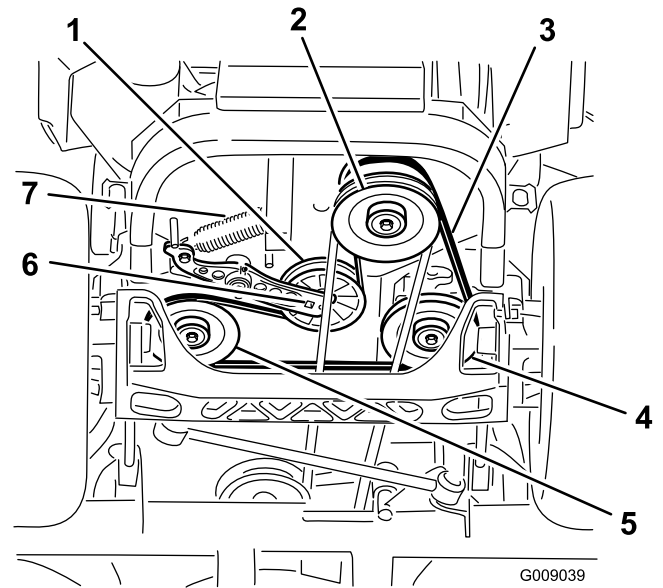

Bild 83
4. Heben Sie die Maschine an und stützen Sie sie mit Achsständern ab (Bild 83).
5. Setzen Sie eine Ratsche in das rechteckige Loch im Spannarm ein, um die Spannscheibenfeder zu entfernen (Bild 83).
6. Haken Sie die Spannscheibenfeder vom Rahmen aus (Bild 83).
9. Setzen Sie einen Schraubenschlüssel in das rechteckige Loch im Spannarm ein, um die Spannscheibenfeder im Rahmen einzusetzen (Bild 83).